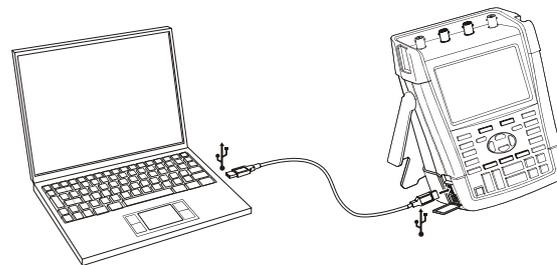

Abbildung 31. Anschließen eines Computers
- Verwenden Sie ein USB-A-auf-Mini-USB-B-Schnittstellenkabel, um einen Computer an den Mini-USB-Anschluss des Messgeräts anzuschließen (siehe Abbildung 31).